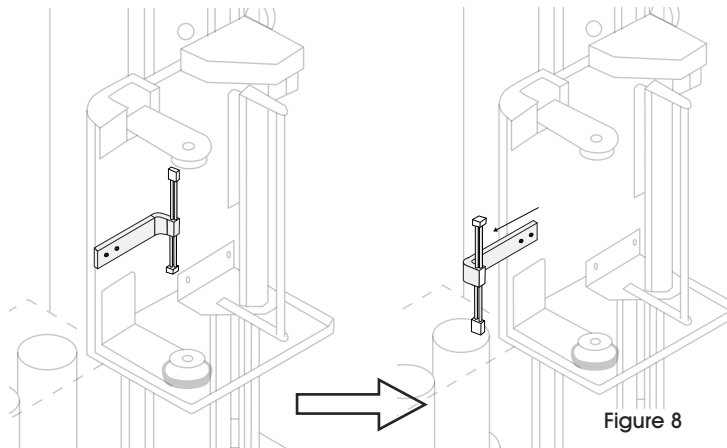

Figure 8
7. L'étape suivante consiste à remonter le détecteur optique hors de sa position d'expédition protégée. (Voir Figure 8)